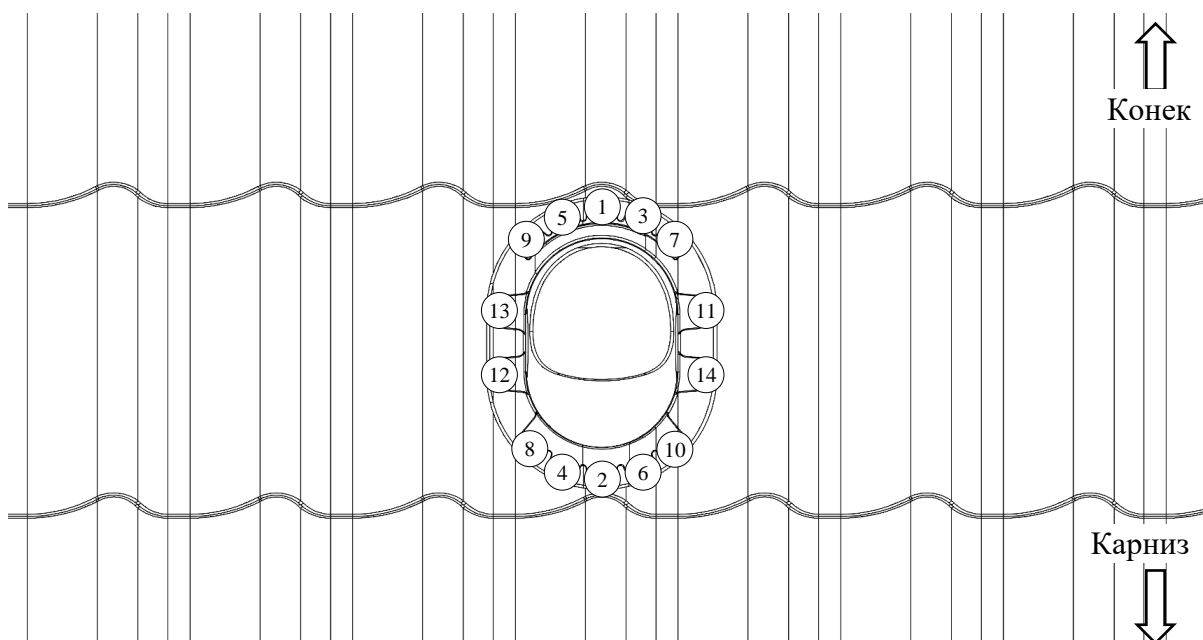

Рис. 16
4. Установить проходной элемент на кровлю и закрепить подходящими для данного типа кровли самонарезающими винтами в последовательности, показанной на рис. 16.